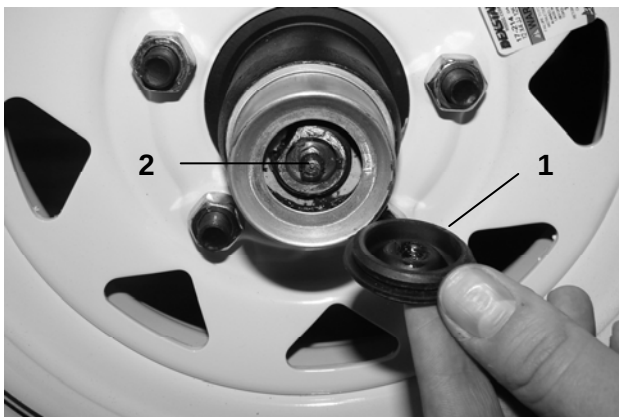

Figure 21
1. L'embout de graissage des roulements de roues est accessible derrière le bouchon en caoutchouc du protecteur (Figure 21).